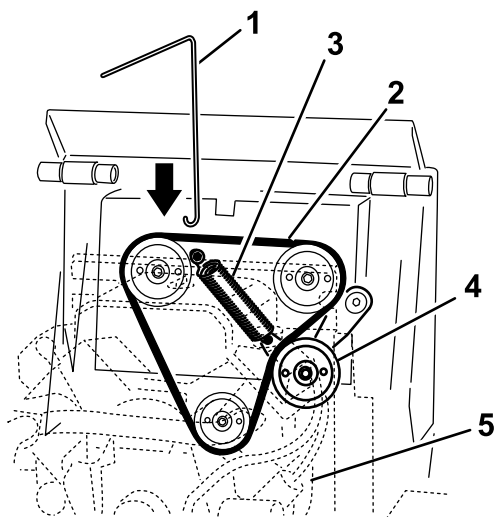

Figura 51
3. Conecte el gancho de la Herramienta para la Retirada de Muelles al gancho del muelle de la polea tensora, y desenganche el muelle del espárrago según se muestra en Figura 51.